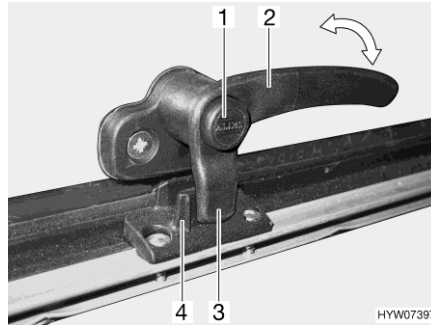
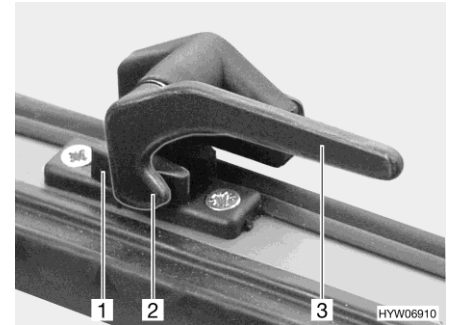

Bild 113 Verriegelungshebel mit Sicherungsknopf in Stellung "geschlossen"
Bild 114 Verriegelungshebel in Stellung "geschlossen"
- Wenn vorhanden, Sicherungsknopf (Bild 113,1) drücken und gedrückt halten.
- Alle Verriegelungshebel (Bild 113,2 oder Bild 114,3) eine viertel Umdrehung zur Haubenmitte hin drehen.
- Alle Verriegelungshebel (Bild 113,2 oder Bild 114,3) eine viertel Umdrehung zum Rahmen hin drehen. Die Verriegelungsnase (Bild 113 oder Bild 114,2) liegt auf der Innenseite der Haubenverriegelung (Bild 113,4 oder Bild 114,1).
- in Stellung "fest verschlossen" (Bild 113 und Bild 114)